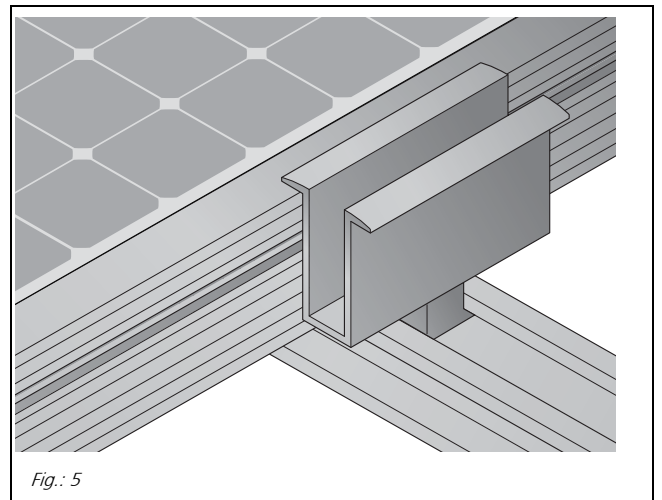

Fig.: 5
- Bei der Montage mit einer Standard-Modulklemme sicherstellen, dass diese eine Länge von mind. 50 mm hat und geeignet ist für Modulrahmen mit einer Höhe von 35 mm (siehe Fig. 5).